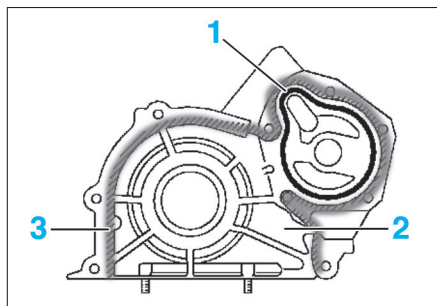

FIG. 20
- Placer un joint neuf (1) dans la gorge de carter (2) de pompe à huile (fig. 20).
- Reposer ensuite le carter sur le bloc-cylindres en ayant au préalable, enduit son plan de joint (3) de produit d'étanchéité (fig. 20).